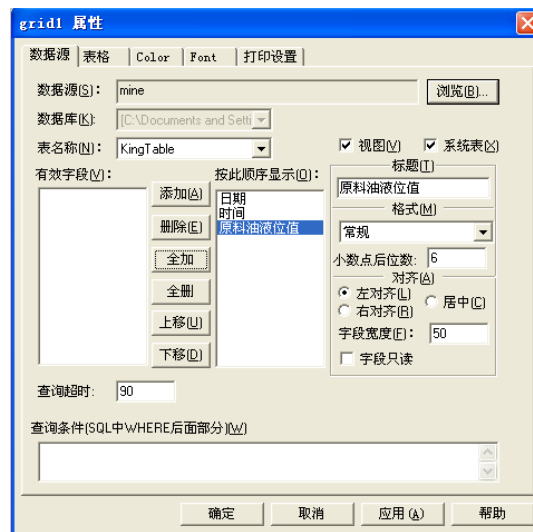

图 9-12 控件属性对话框
3、选中控件并单击鼠标右键，在弹出的下拉菜单中执行“控件属性”命令弹出属性对话框，如图 9-12 所示。